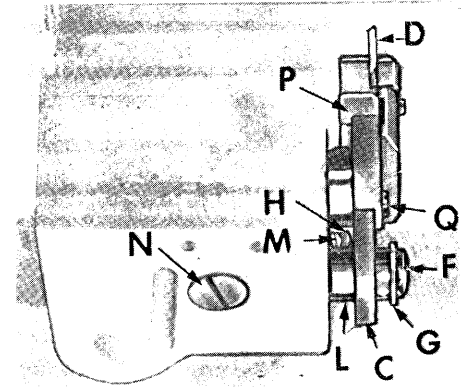

fig. 7
6. Montaggio del coltello inferiore per 230-00-01 (fig.7)